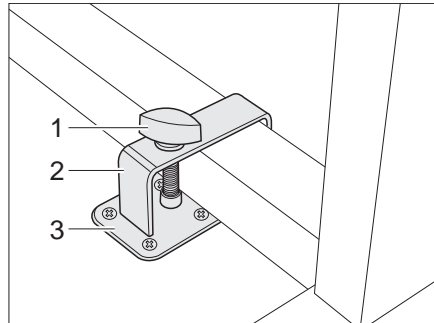
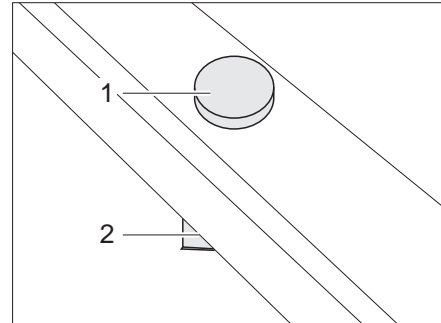

Bild 55 Spärr svängbord med metallstativ
Bild 56 Spärr svängbord med plaststativ
- Ställ svängbordet bredvid hållaren (Bild 55,3) eller på hållaren (Bild 56,2).
- Lägg bygel (Bild 55,2) med fästskruven (Bild 55,1) över bordsbenet.
- Förskjut bygel och vid behov även svängbordet så att fästskruven (Bild 55,1 resp. Bild 56,1) kan skruvas in i hållaren (Bild 55,3 resp. Bild 56,2).